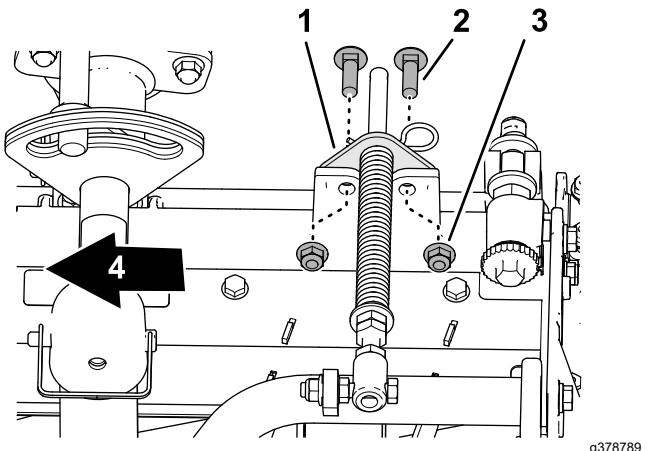

Bild 20
5. Richten Sie die Löcher in der Halterung der Rasenkompensierung an den Löchern im Rahmen des Mähwerks aus (Bild 20).